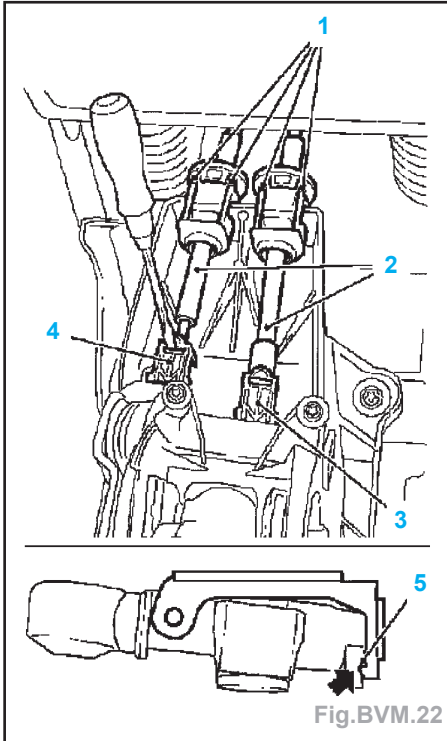

Fig.BVM.22
- Déposer le support (1) ; pour cela, en dégrafer le connecteur (2) et dévisser les vis (flèches).
- Démontez les câbles de commande (2) de l'ensemble de levier de commande (Fig.BVM.22) :
- démonter le câble de sélection de la pièce de serrage (4) avec un petit tournevis,
- démonter le câble de commutation de la pièce de serrage (3) avec un petit tournevis,
- déclipser les câbles de commutation (2) du contre-appui en comprimant les becs de retenue (1).
- Démontez les câbles de commande (2) de l'ensemble de levier de commande (Fig. BVM.22) :